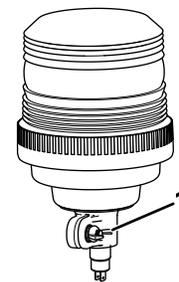

Bild 12
- Lösen Sie die Flügelmutter an der Rundumleuchte (Bild 12).